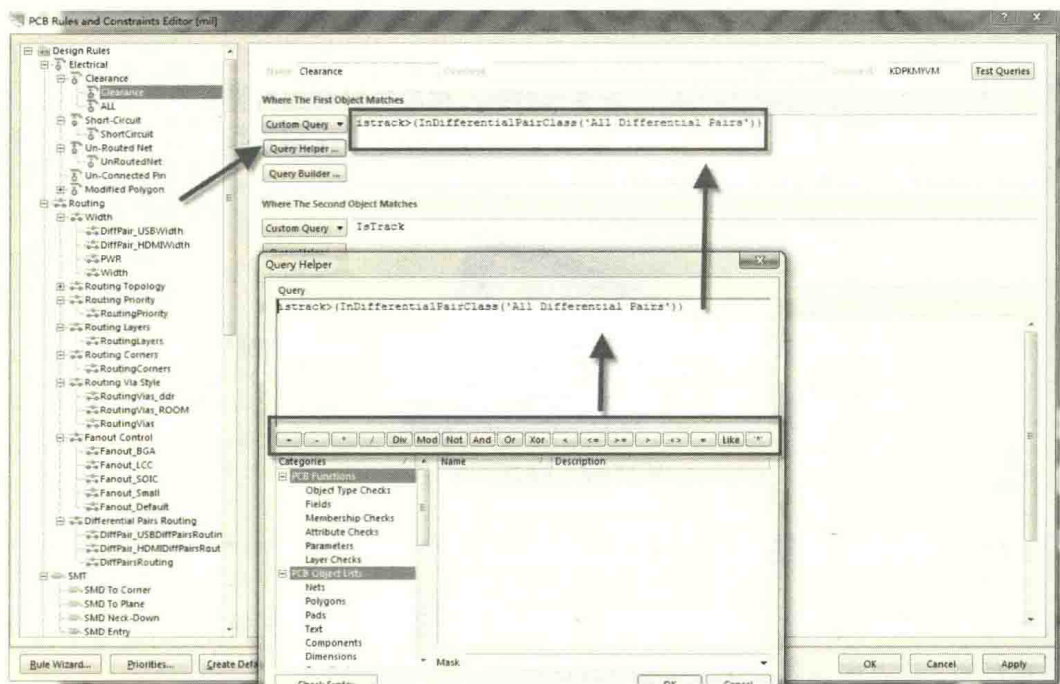

图 11-24 规则的设置
(1) 按快捷键“DR”，进入规则约束管理器，新建一个间距规则，并把优先级设置到第一位。
(2) 如图 11-24 所示，在“Where The First Object Matches”处选择“Custom Query”，进入用户自定义界面，然后再选择“Query Helper...”，自定义帮助菜单。
(3) 从图 11-24 中可以看出，下面存在高级工具菜单栏，包含“+”、“-”、“\*”等。这些可用于编辑高级规则，这其实和编写 C 语言代码类似。由于高级代码的使用频率较低，在此不做说明，如果读者想了解可以参考 Altium Designer 的官方文档，弄清楚每一个代码的含义再